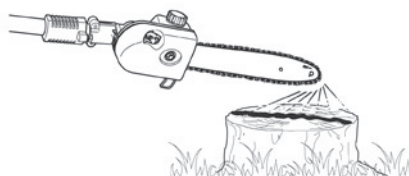

Fig. 23
- > Arranque el motor; déjelo en marcha a potencia media y compruebe si el aceite de cadena se suministra como se muestra en la Fig. 23.